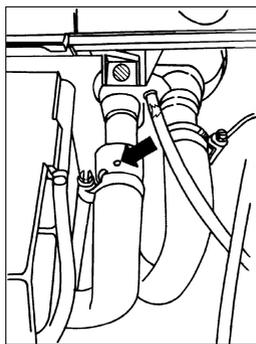

图 2-121 松开换热器上的冷却液软管直至气孔露出
7) 松开换热器上的冷却液软管, 向后拉软管, 直至气孔如图 2-121 箭头所示不再被封住。